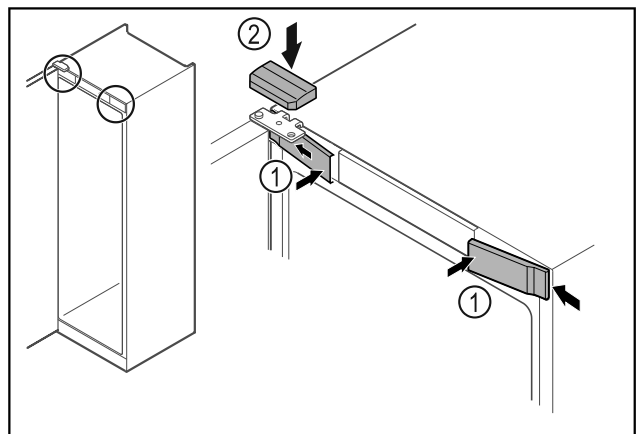

Fig. 47 *
- Vordere Abdeckungen Fig. 47 (1) seitlich einhaken und aufrasten.*
- Obere Abdeckung Fig. 47 (2) von oben aufrasten.*